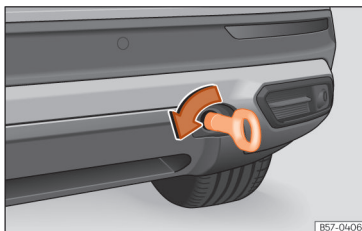

Fig. 198 No lado direito do para-choques traseiro: argola de reboque enroscada.
- Enrosque a argola de reboque no alojamento girando-a ao máximo **no sentido contrário ao dos ponteiros do relógio** »» Fig. 198 , »» ①. Utilize um objeto adequado com o qual possa enroscar completa e firmemente a argola de reboque no seu alojamento.